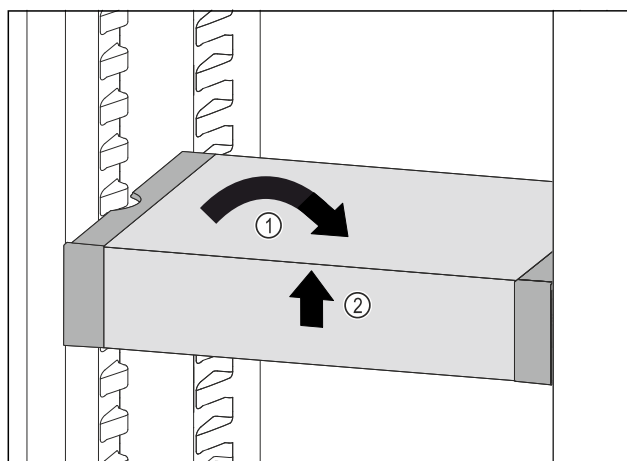

Fig. 70
- ▶ VarioSafe postavte rovno. Fig. 70 (1)
- ▶ VarioSafe nadvihnite vpredu. Fig. 70 (2)